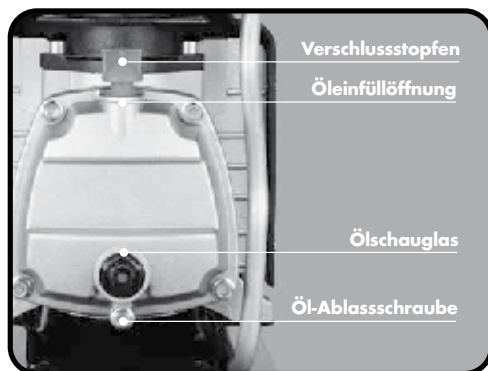

Abb. 3: Öl auffüllen
2. Überprüfen Sie den Ölstand und füllen Sie bei Bedarf ROWI-Kompressorenöl oder Öl der Qualität 5W-30 in die Öleinfüllöffnung bevor Sie das Gerät in Betrieb nehmen. Beachten Sie dabei unbedingt das Schauglas (siehe Abb. 3).
Kontrollieren Sie regelmäßig den Ölstand und füllen Sie bei Bedarf ROWI-Kompressorenöl oder Öl der Qualität 5W-30 nach. Den optimalen Ölstand können Sie am Schauglas (siehe Abb. 3) ablesen. Der optimale Ölstand ist durch die rote Markierung gekennzeichnet. Wird die rote Markierung überschritten, befindet sich zu viel Öl im Tank. Überflüssiges Öl führt zu immensen Beschädigungen unterschiedlicher Kompressorenteile und verunreinigt zudem die Ausblaslufte. Wenn der Minimalstand unterschritten wird, ist ebenso mit schwerwiegenden Folgeschäden am Gerät zu rechnen.